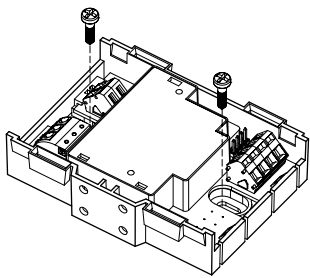

Fig. 1
- on a plane surface (Fig. 1)
1. Position the module on a plane surface (Fig. 1).
- Auf einer planen Fläche (Fig. 1)
- Positionieren Sie den Baustein auf einer planen Fläche (Fig. 1).